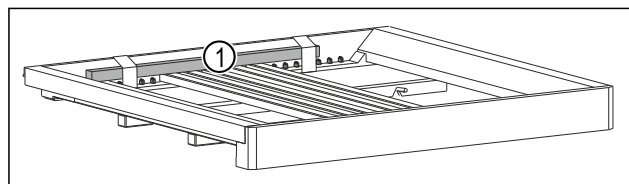

Fig. 7 *
- ▶ Noņemiet koka stieni Fig. 7 (1).*